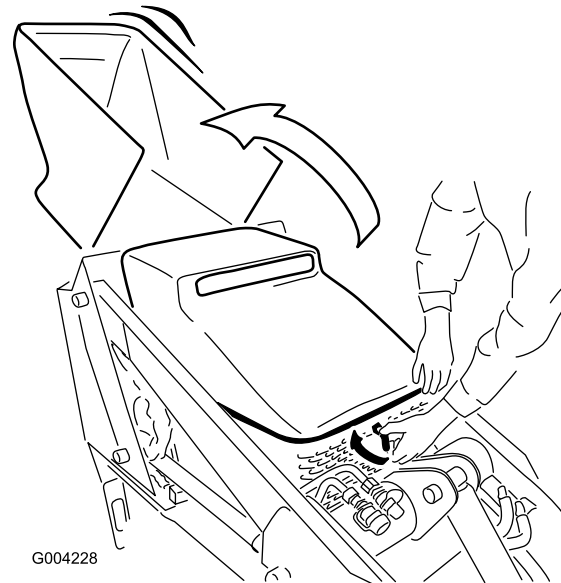

Figure 21
1. Tournez le verrou du capot dans le sens horaire (Figure 21).
2. Soulevez le capot (Figure 21).